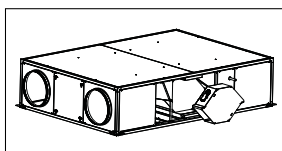

Fig. 2
3. Retirar cuidadosamente el by-pass (fig.2)